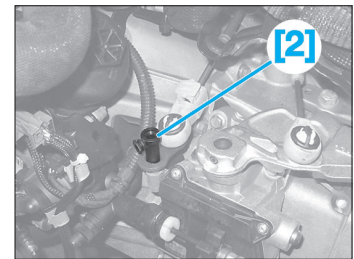

Fig. 20
• Immobiliser l'axe de sélection à l'aide de l'outil [2] (Fig.20).